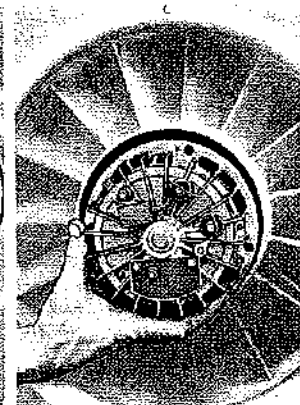

Fig. 78
- Fissare l'alternatore alla soffiante (Fig. 78) serrando le viti a 3 kgm.